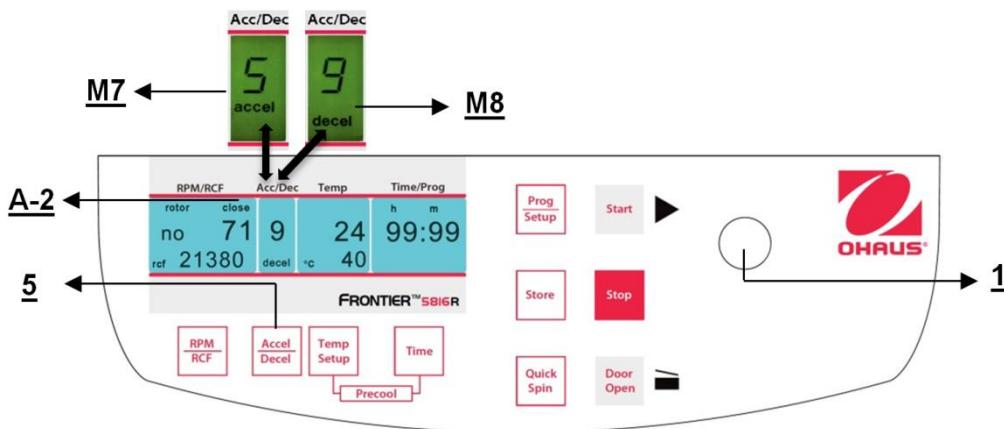

Figure. 18
Cette fonction est activée avec la touche "Accel/Decel" (5) (voir la figure 18).